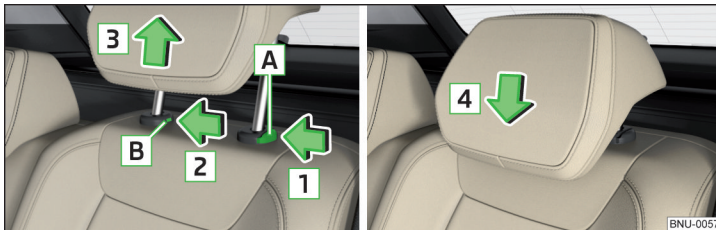

Abb. 97 Kopfstütze hinten herausnehmen/einsetzen
- › Die Sicherungstaste **A** in Pfeilrichtung **1** halten, gleichzeitig mit einem Schlitzschraubendreher (mit einer Breite von max. 5 mm) die Sicherungstaste in der Öffnung **B** in Pfeilrichtung **2** drücken und die Stütze in Pfeilrichtung **3** herausnehmen » Abb. 97.
Bei VarioFlex-Sitzen kann die herausgeschobene Kopfstütze aus der mittleren Sitzlehne nur dann herausgenommen werden, wenn die Sicherungstaste **A** » Abb. 97 gehalten wird.